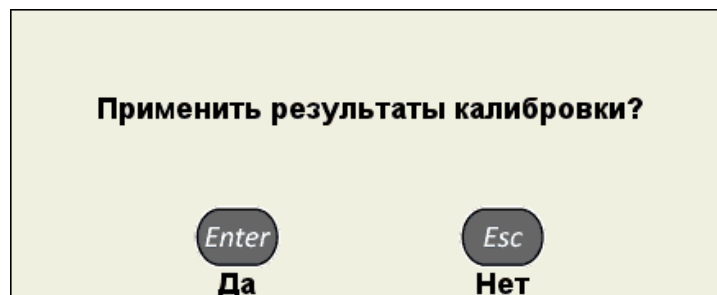

Рисунок 43
– для сохранения настроек нажать клавишу . Откроется подтверждающее окно (рисунок 43).